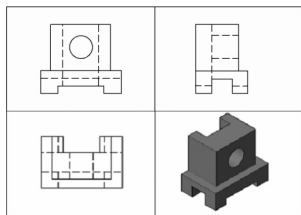

图 13-13 关闭视口所在的图层
(10) 完善图形：图形中除了轮廓线，还应有对称线、轴线、中心线等图线，这类图线投影时不能直接生成，需要人为绘制；另外图形的尺寸大小，也需要标注。因此所生成的二维图还需作最后完善。其过程为：
- ① 在布局中，切换到图纸空间；
- ② 关闭视口所在的图层：新建一个图层，将视口放置到该图层上，然后将其关闭，结果如图 13-13 所示。